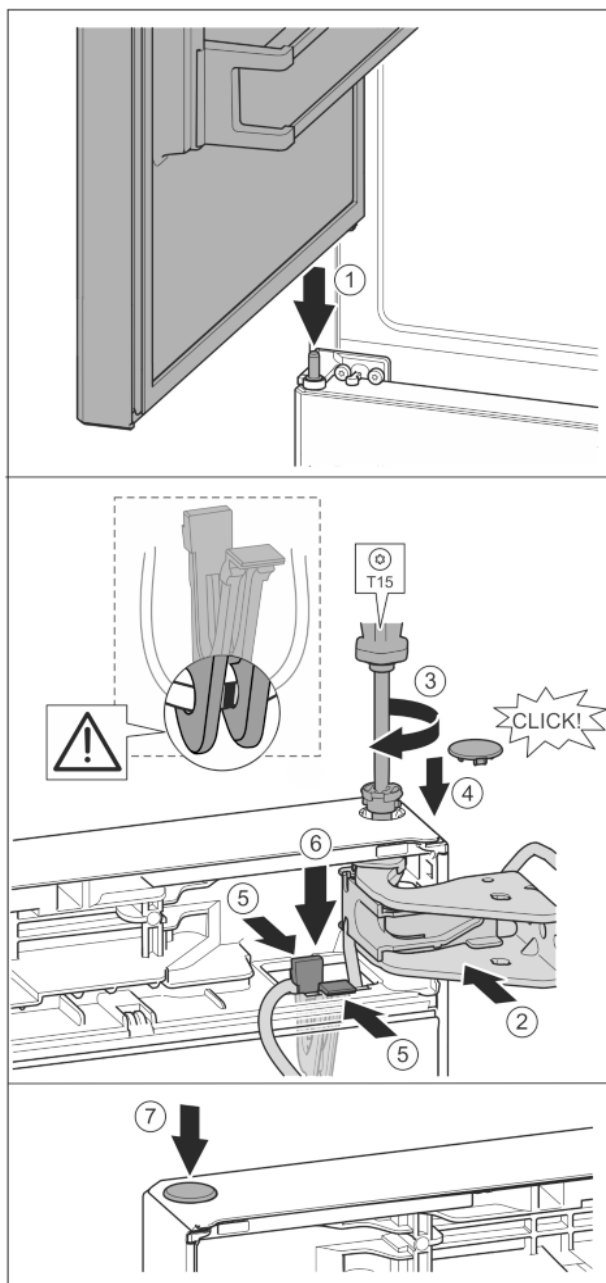

Fig. 40
- ▶ Установка верхней двери на средний опорный палец Fig. 40 (1)
- ▶ Дверь сверху выровнять по отверстию в опорном кронштейне. Fig. 40 (2)
- ▶ Вставить палец и затянуть отверткой T15. Fig. 40 (3)
- ▶ Установить предохранительную крышку для защиты двери: вставить предохранительную крышку и проверить, прилегает ли она к двери. В ином случае вставить палец полностью. Fig. 40 (4)
- ▶ Вставить держатель кабеля с закрепленным на нем кабелем в отверстие. Fig. 40 (5)
- ▶ Прижать держатель вниз так, чтобы соединительная накладка защелкнулась. Fig. 40 (6)
- ▶ Вставить заглушку. Fig. 40 (7)